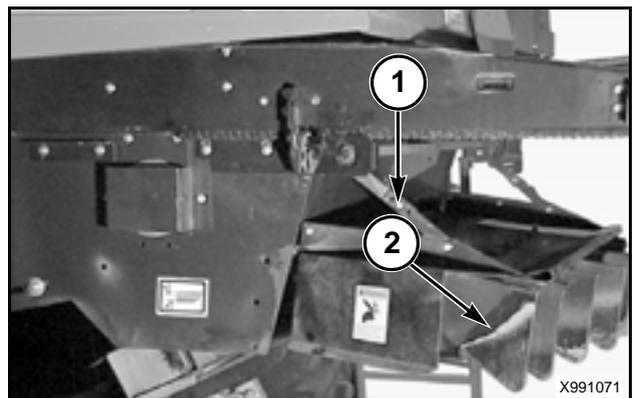

FIG. 141
FIG. 141: El ancho del esparcido puede ajustarse inclinando el cuerpo del esparcidor (1) hacia arriba o abajo y regulando las paletas (2) hacia adentro o afuera hasta obtener el ancho deseado.